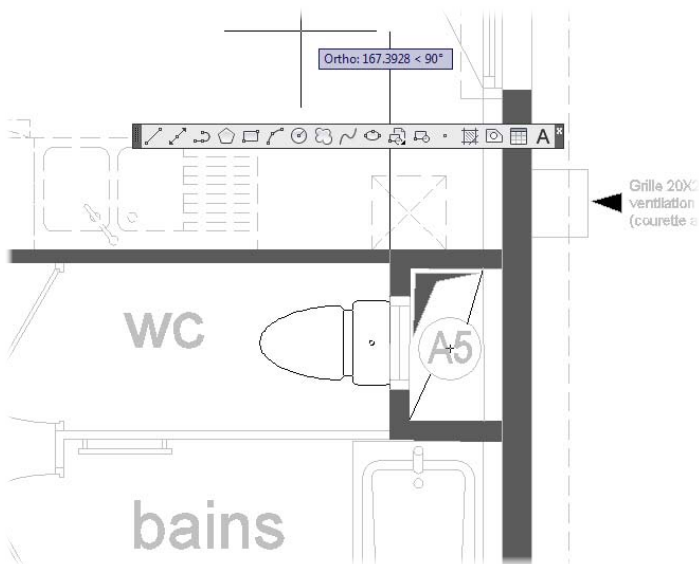

Figure 4.13
11. Appliquez ensuite la rotation nécessaire pour obtenir le positionnement correct du bloc en indiquant une direction, avec le mode ortho actif (voir Figure 4.13). Validez et l'insertion du bloc est terminée.